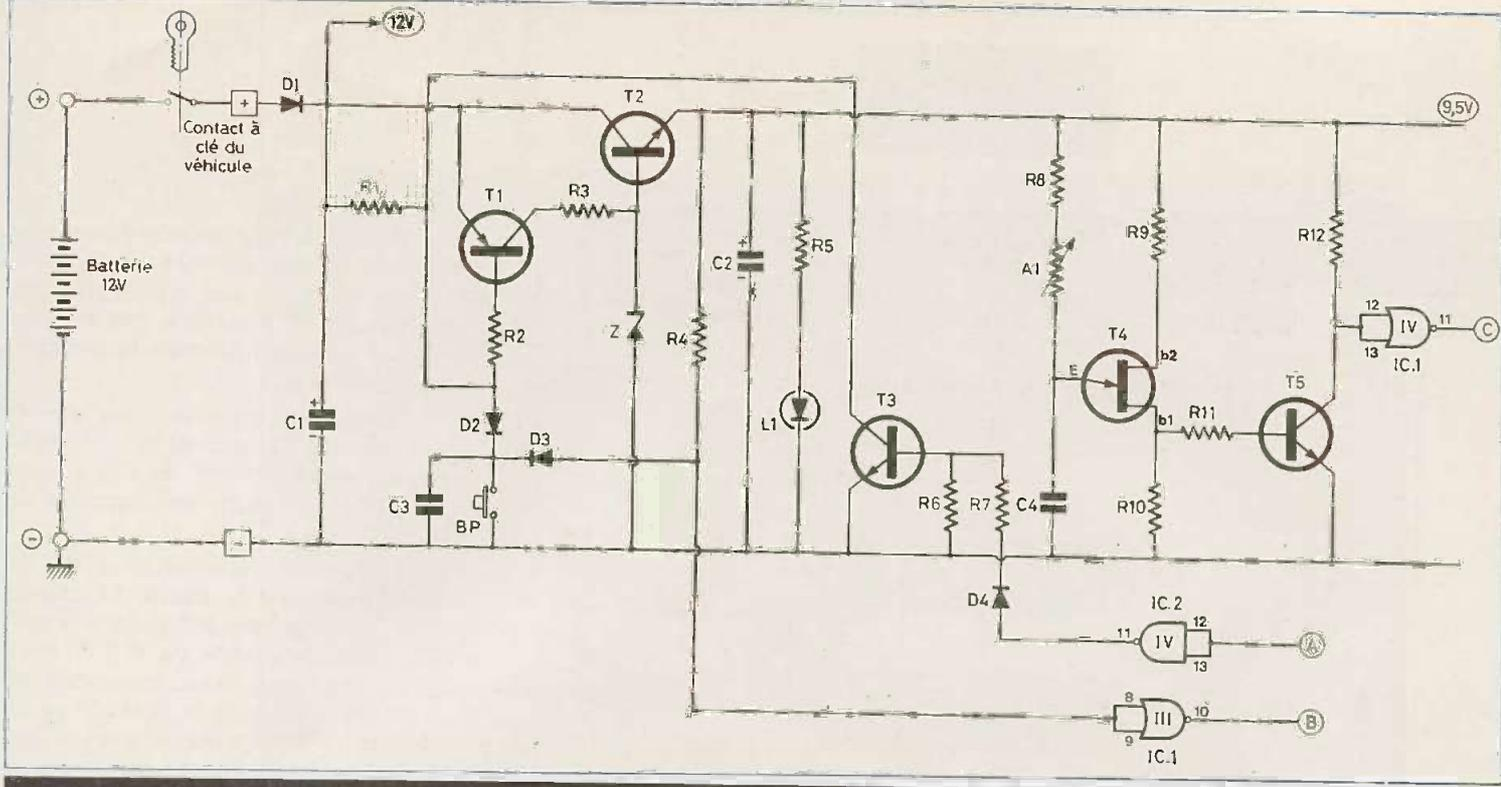

Fig. 2. – Schéma de principe de la section alimentation prélevée sur la batterie du véhicule et base de temps du séquenceur cyclique.
a) Alimentation (fig. 2)
b) Base de temps du séquenceur cyclique (fig. 2)